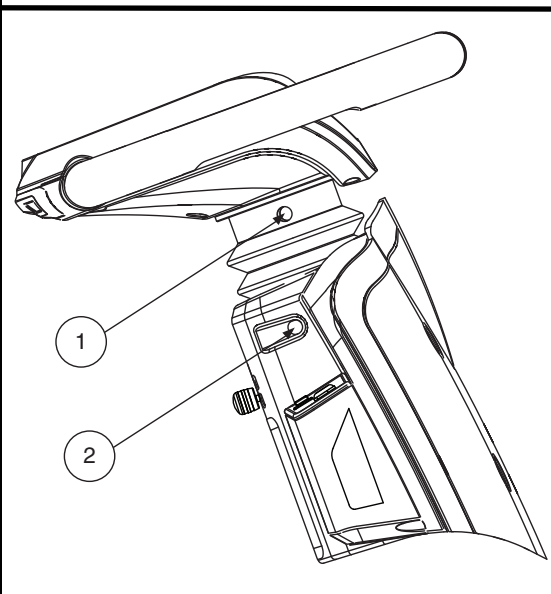

Figura 16. Regolazioni altezza manubrio/inclinazione console
1. Inserire una chiave esagonale da 5 mm nell'apertura situata nella parte laterale del manubrio ed allentare il bullone. Vedere figura 16.
1. Inserire una chiave esagonale da 6 mm nell'apertura situata nella parte laterale del manubrio ed allentare il bullone. **Vedere figura 16.**